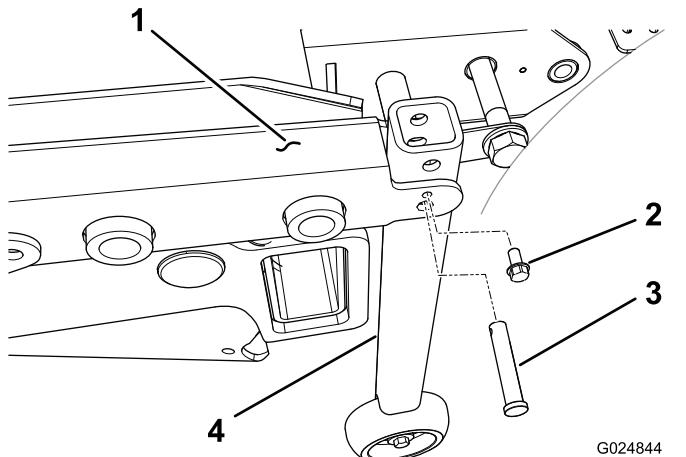

Рисунок 47
- На машинах с серийными номерами до 312999999 установите опорный узел вертикальной трубы на каждый задний угол рамы деки с помощью шплинтующего штифта и самонарезающего винта ( $\frac{1}{4}$  дюйма) (Рисунок 47).